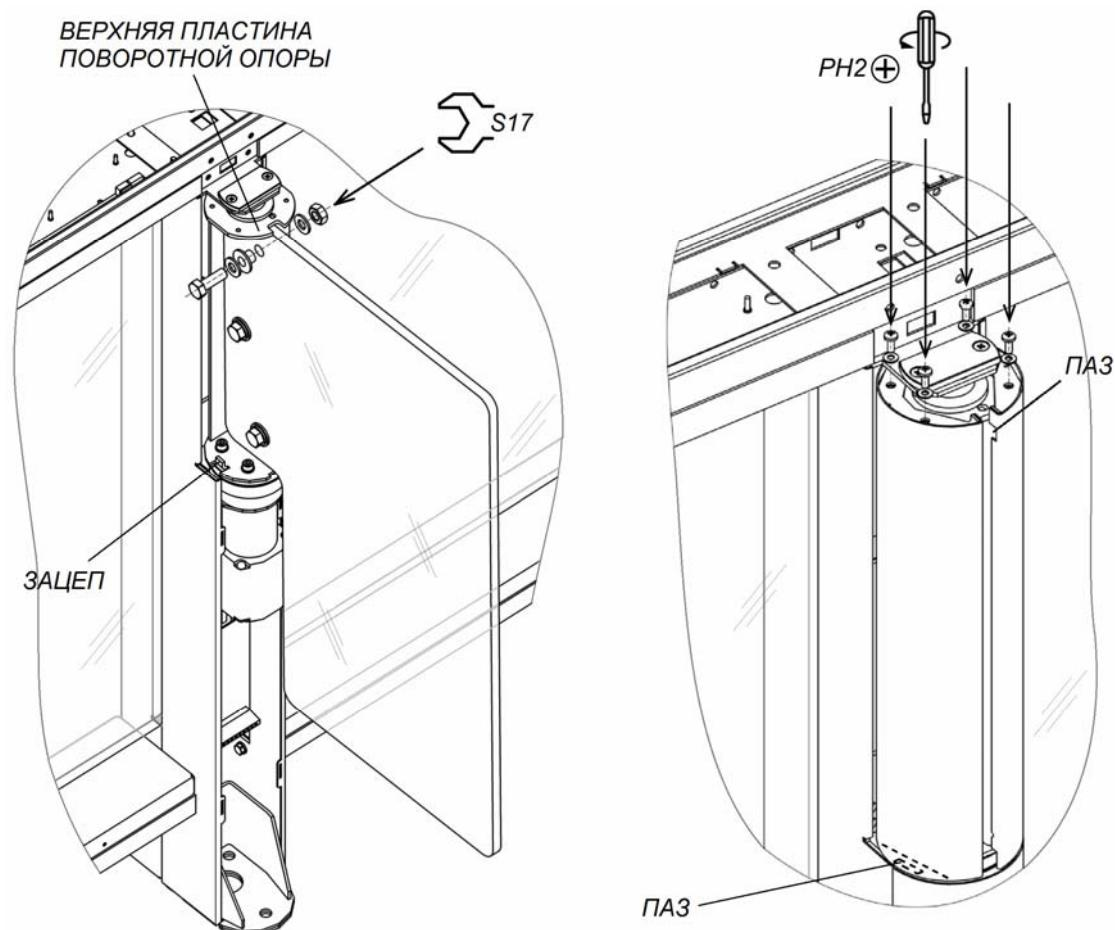

Рисунок 22. Створка и кожух створки
- Проконтролируйте состояние светодиодов на платах ДКЗП, расположенных в верхних (12) и нижних (15) коробах секций *Master* и *Slave* (в нижних коробах необходимо предварительно снять их крышки, см. разд. 8.8.8):
- в случае отсутствия связи между платами ДКЗП и платой управления светодиоды на платах ДКЗП будут мигать – необходимо проверить надежность крепления кабелей DC (19) и CAN (20) в клеммных колодках.
- Установите кожухи центральных стоек (5) (разд. 8.8.1).
- Установите кожухи створок (4) (см. рис. 22, разд. 8.8.5) (взять в комплекте принадлежностей).
Снятие или установку створки производите вдвоем. Створка к поворотной опоре крепится в трех местах при помощи болтов M10×30, шайб 10, втулок пластиковых и гаек M10 (см. рис. 22). Используйте рожковые ключи S17.
2. Смонтируйте одну из частей кожуха на поворотную опору створки. Для этого оденьте кожух на верхнюю пластины поворотной опоры через пазы в верхней части кожуха, после чего сдвиньте кожух вниз до конца, введя нижний паз кожуха в зацеп, расположенный в нижней части поворотной опоры (см. рис. 22).